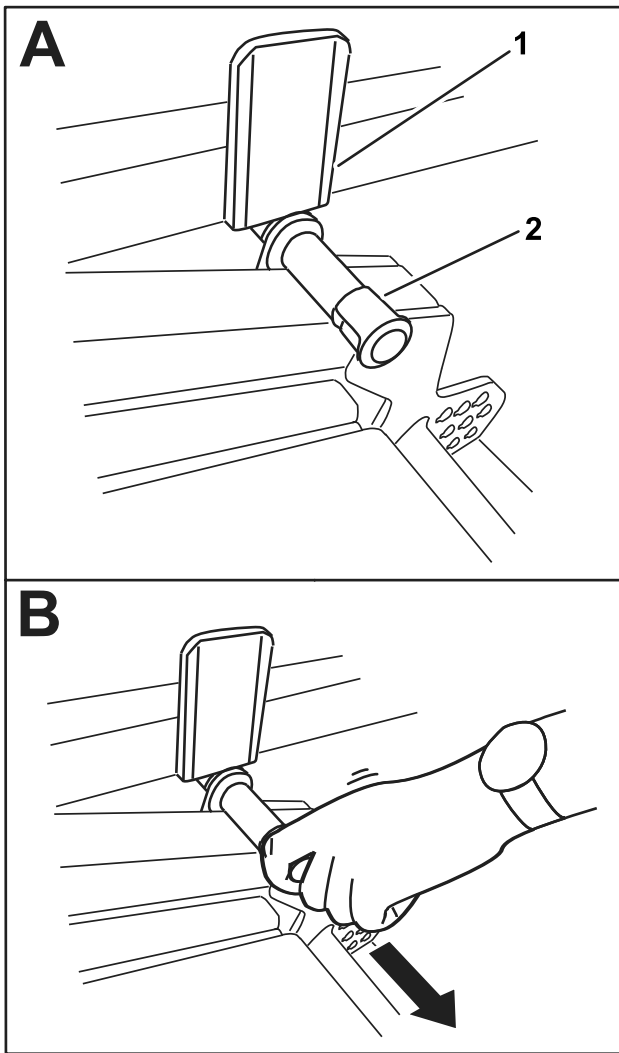

図 35
3. 足でカッティングユニットを下げ、ピンB 図 35 を引き抜くと、カッティングユニットは移動走行位となる。